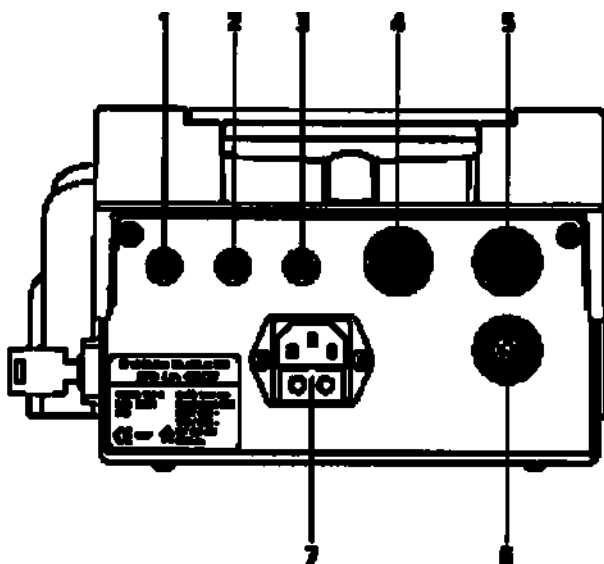

Рис.6 Блок управления/ Соединители
Контакт обеспечения безопасности (блокировочный контакт) (2, рис.6)	Возможность испускания лазерного излучения можно сделать зависимой от коммутационного состояния внешнего контакта, например, дверного замка. Если пользователь хочет подключить контакт обеспечения безопасности, в этом может помочь наша сервисная служба. Если прибор не соединен с контактом обеспечения безопасности (блокировочным контактом), вместо него вставляется соответствующий соединитель с перемычкой (в таком состоянии поставляется прибор).
- Инсталлируйте контакт дистанционного управления (блокировка двери). Если вы не инсталлируете блокировочный контакт, вставьте на его место (желтое гнездо, 2, рис.6) поставляемую вместе с прибором желтую заглушку.
Вставить штекер этого кабеля в разъем (5/6, рис.6) на блоке управления.